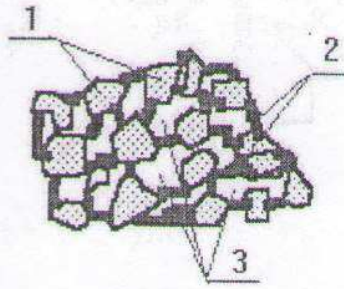

Рисунок 1
2. Напишите составные части шлифовального круга (рисунок 1):